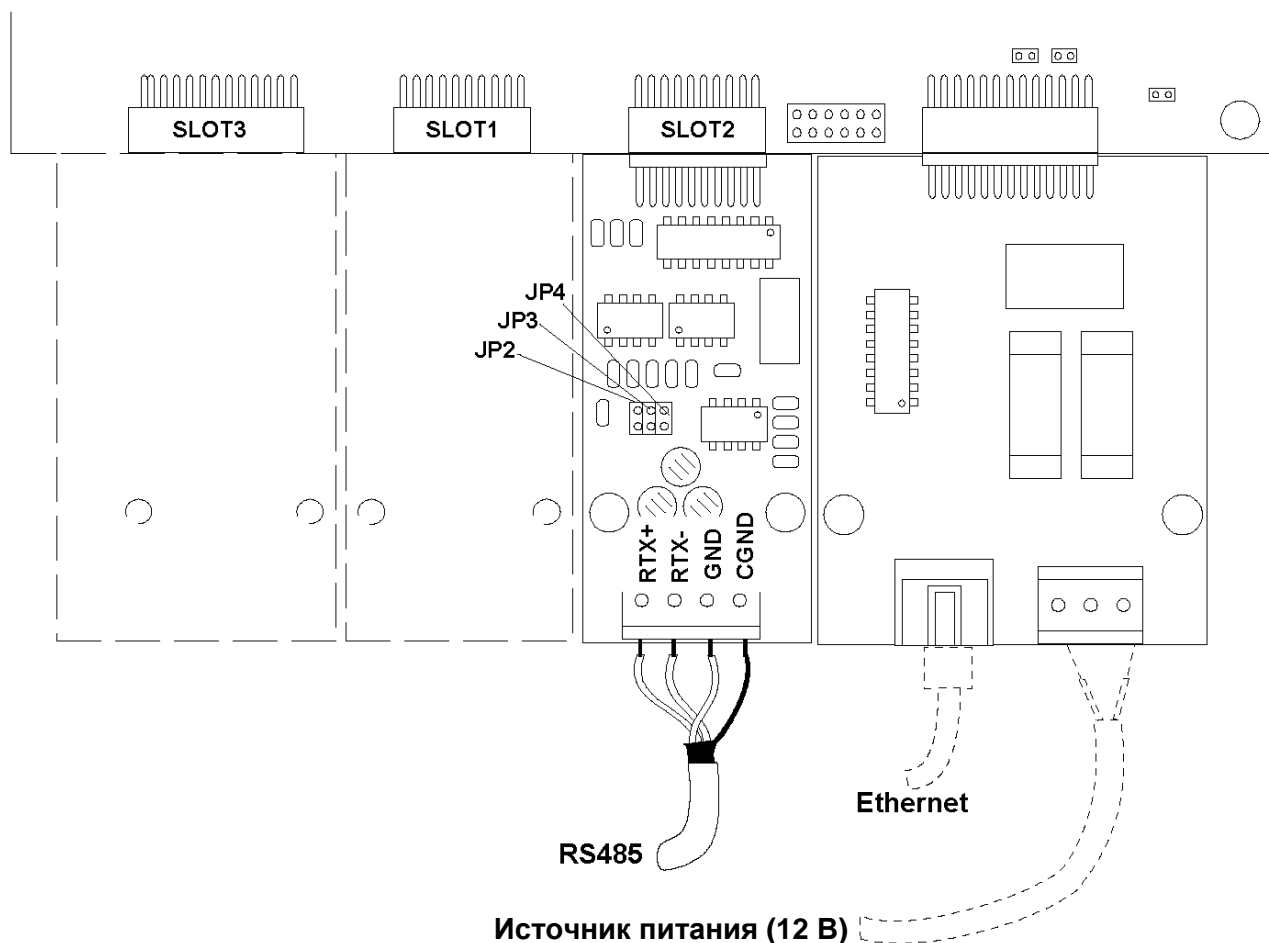

Рисунок 12. Подключение платы RS485 (дополнительная комплектация)
- Подключите кабель RS232 к передней соединительной плате, как показано на Рис. 12.
3. Закрепите крышку двумя специальными боковыми винтами (см. Рис. 12). Для этого требуется отвертка TORX TX10, предотвращающая несанкционированный доступ.